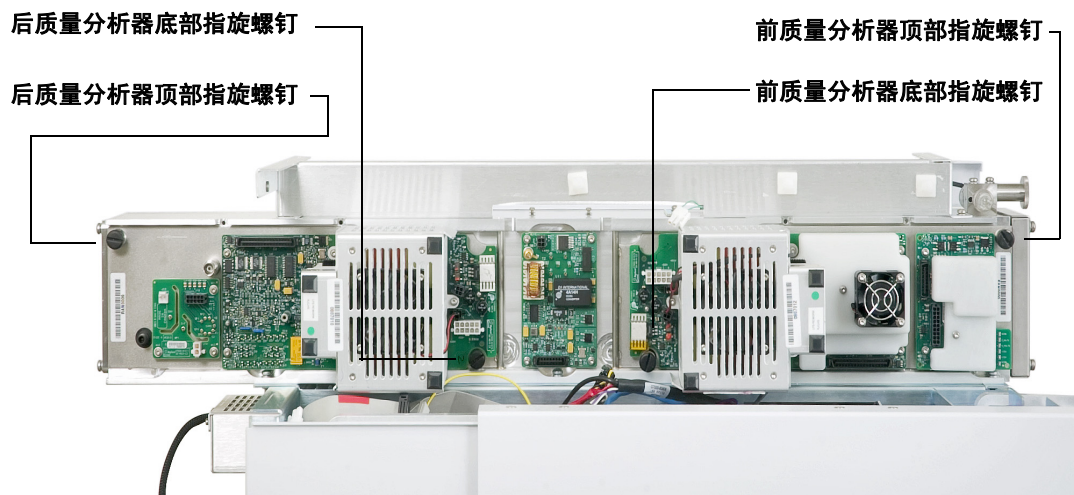

图 16 侧板指旋螺钉
- 7 手动拧紧两个质量分析器的侧板指旋螺钉。（图 16）。